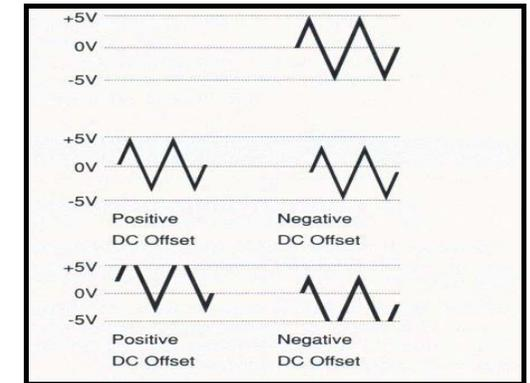

Abb. 6-2: Einfluss des DC-Offsetreglers auf das Signal
1. Der DC-Offset-Regler liefert eine positive oder negative Gleichspannung von 10 V (unbelastet) oder 5 V an 50 Ω. Bei zu hoher DC-Offsetspannung werden daher die positiven und/oder negativen Spitzen des Ausgangssignals beschnitten. Die für eine maximale Amplitude ohne Beschneidung der positiven und negativen Spitzen zulässige DC-Offset-Spannung ist abhängig von der Amplitude des Ausgangssignals. Zur Ermittlung des zulässigen DC-Offset-Wertes, Ausgangsspannung an den Eingang eines Oszilloskops anlegen und mit DC-Regler auf maximale Amplitude des Ausgangssignals ohne Beschneidung der positiven und negativen Spitzen abgleichen. (Siehe Abb. 6-2)
2. Zur Einstellung einer definierten DC-Offset-Spannung bzw. einer Offset-Spannung von 0 V, Funktionstasten (4) durch Antippen auslösen. Darauf achten, dass alle Tasten ausgelöst sind! Ausgangssignal an den Eingang eines Oszilloskops oder eines Voltmeters anschließen und mit DC-Offset-Regler (16) die gewünschte Offset-Spannung bzw. 0 V einstellen.
3. Im Interesse einer genauen Frequenzeinstellung sollte der Frequenzregler möglichst nur zwischen den Stellungen 0.1 und 2 bewegt und der Frequenzbereich durch Drücken der erforderlichen Bereichstasten (3) gewählt werden.